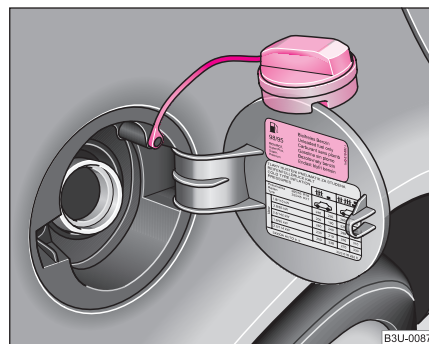

Fig. 166 Clapeta rezervorului cu capacul deschis.
Există mai multe tipuri de benzină. Citiți manualul „Date tehnice”, pentru a afla ce tipuri de benzină se potrivesc autovehiculului dumneavoastră. Aceleași informații le veți găsi și pe partea interioară a capacului rezervorului de benzină ⇒ pagina 214, fig. 166.
- Prindeți capacul rezervorului pe marginea de sus a clapetei ⇒ fig. 166.